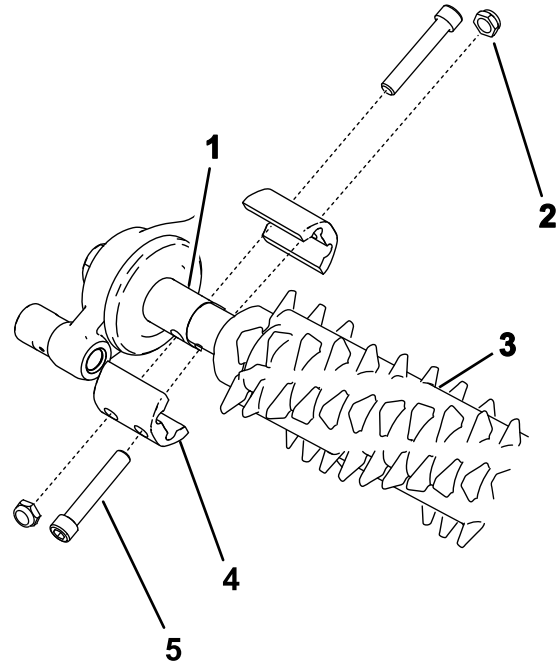

Bild 25
- Fluchten Sie die Groomerspindel mit dem Groomerantrieb und der Spannscheibe aus (**Bild 25**).
- Ziehen Sie die Schrauben, die die Groomerbaugruppe in Position halten, wie in **Bild 25** dargestellt. Ziehen Sie die Schrauben auf ein Drehmoment von 5 bis 7 Nm an.